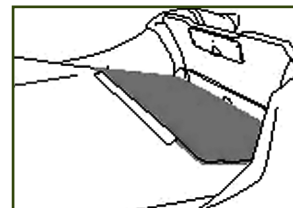

рис. 3
- Установите пайол №5 встык с транцем лодки под фиксирующую планку (рис.3).